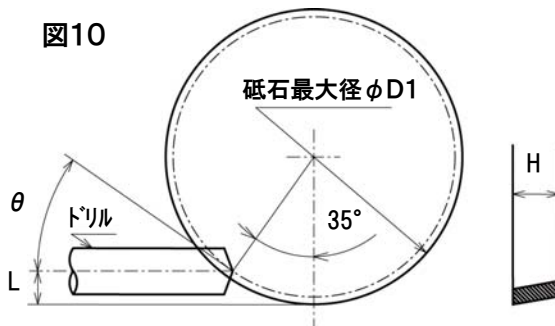

図10
- 砥石の高さ方向の位置は図 10 のように砥石最外周下端から L 上方にドリルを設置します(計算式参照下さい)。